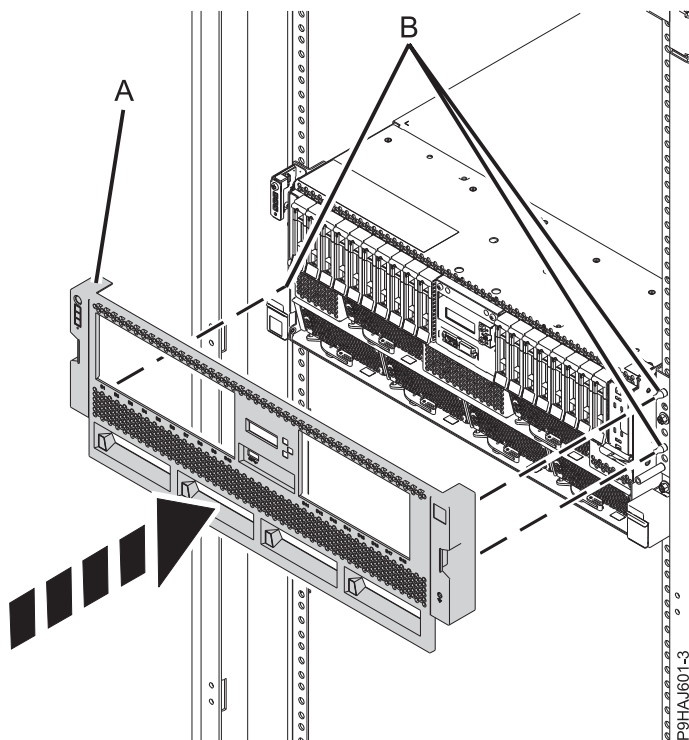

Abbildung 22. Vordere Abdeckung installieren
2. Drücken Sie bei einem Einschubsystem die vordere Abdeckung (A) vorsichtig so weit hinein, bis sie einrastet. An der Abdeckung befinden sich Vertiefungen, an denen Sie sie leichter festhalten können. Verwenden Sie die Ausrichtungsstifte (B), um die Abdeckung am System zu befestigen (siehe Abb. 22 auf Seite 40).